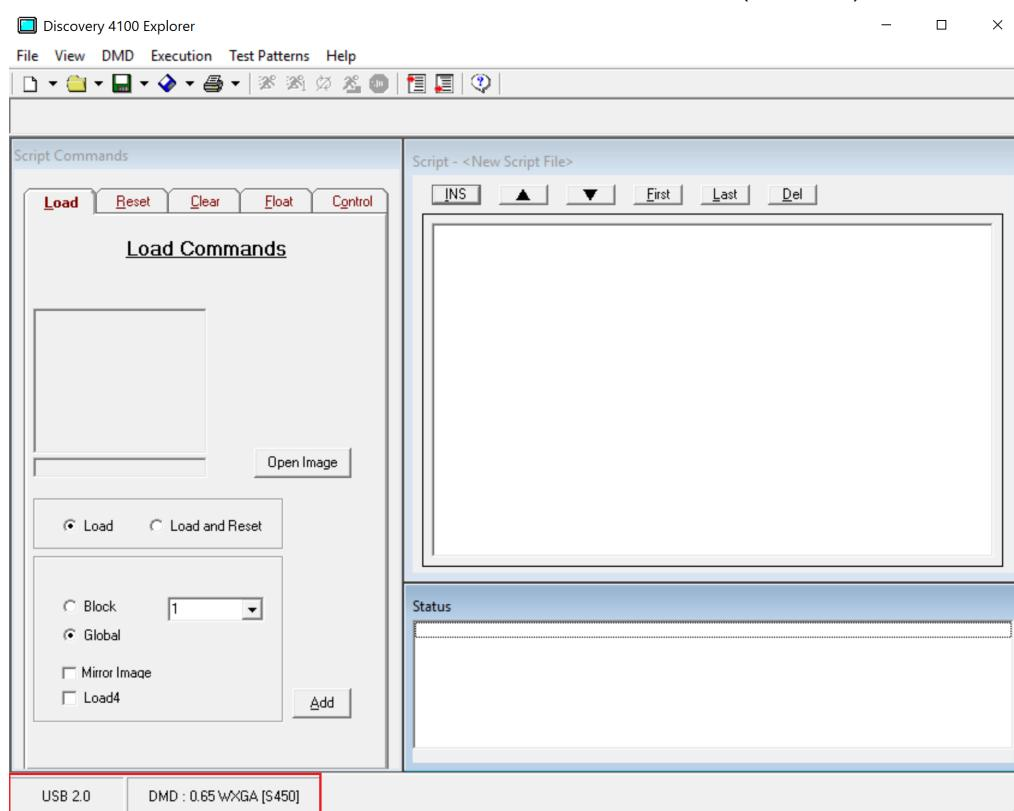

图 4-11. Discovery 4100 Explorer USB 和 DMD - 连接状态
17. 该软件将启动。USB 连接状态和 DMD 类型会显示在左下方的状态面板 (图 4-11) 中 :